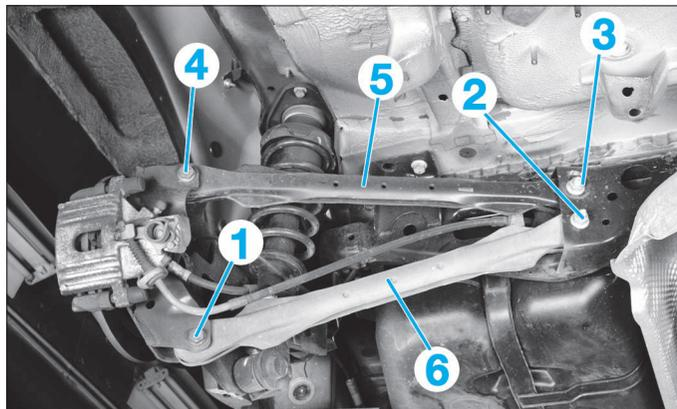

FIG. 26
- les vis (1) et (2) (Fig.26).
- le bras inférieur (6).
- les vis (3) et (4) (Fig.26).
- le bras supérieur (5).
- les fixations (1) et (4) (Fig.26) des 2 bras transversaux sur le bras longitudinal.